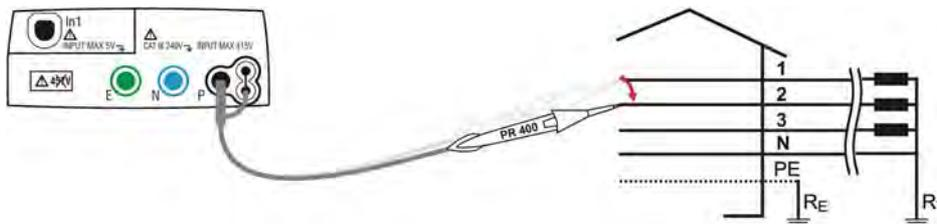

Fig. 26 : Vérification du sens cyclique (séquence) des phases à une borne, connexion phase 2
8. Connecter le crocodile ou l'embout noir, ou bien l'embout à distance à la deuxième phase du réseau électrique sous test comme d'après les Fig. 26 et Fig. 27.